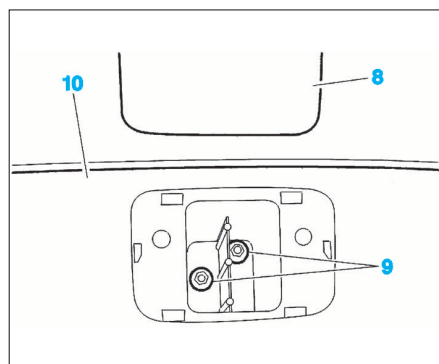

FIG. 52
- Dégrafer le cache (8) et le déposer (Fig.52).
- les vis (9) de fixation de la garniture (10) (Guide des ceintures de sécurité)
- la garniture (10)